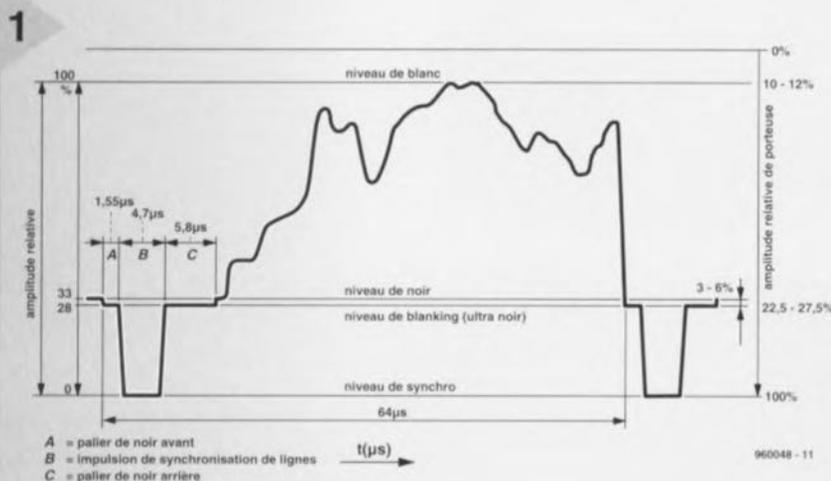

Figure 1. Évolution du signal vidéo le long d'une ligne de balayage. L'atténuateur se doit de transmettre intactes les impulsions de synchronisation (B).
Votre observation est correcte. Le convertisseur de taux d'échantillonnage ne convertit que les échantillons audio, c'est-à-dire les données audio seules. Comme vous le montre le synoptique schéma de la figure 1, les bits Channel Status, User et Validity ne sont pas décodés ni transférés. Les entrées sérielles correspondantes, C, U et V, du CS82402A sont forcées à la masse. Il est possible, à la sortie, de programmer, par le biais des 7 contacts de S1, de programmer les bits d'état du Channel Status. Il est possible ainsi de redéfinir les bits du Channel Status tels que le Copybit, le Category Code et le Generation et de passer du mode Professionnel au mode Consumer et inversement.
Sans vouloir entrer trop dans les détails, il est peut-être utile de jeter ici un coup d'oeil sur la composition d'un signal vidéo et la **figure 1**, qui en représente une ligne horizontale, va précisément nous y aider.
La vidéo **composite**, nos voisins européens la désignent du sigle CVBS ou FBAS pour rappeler les ingrédients principaux dont elle est faite : les signaux d'image, de suppression et les impulsions de synchronisation. La **figure 1** montre bien que l'image occupe la majeure partie de l'amplitude (environ 67 %). C'est le signal qui décrit la luminosité de chaque élément d'image par référence au niveau du noir. Les impulsions de synchronisation (B), d'une largeur de $4,7 \mu\text{s}$, couvrent de 0 à 28 % de l'amplitude. Chaque impul-